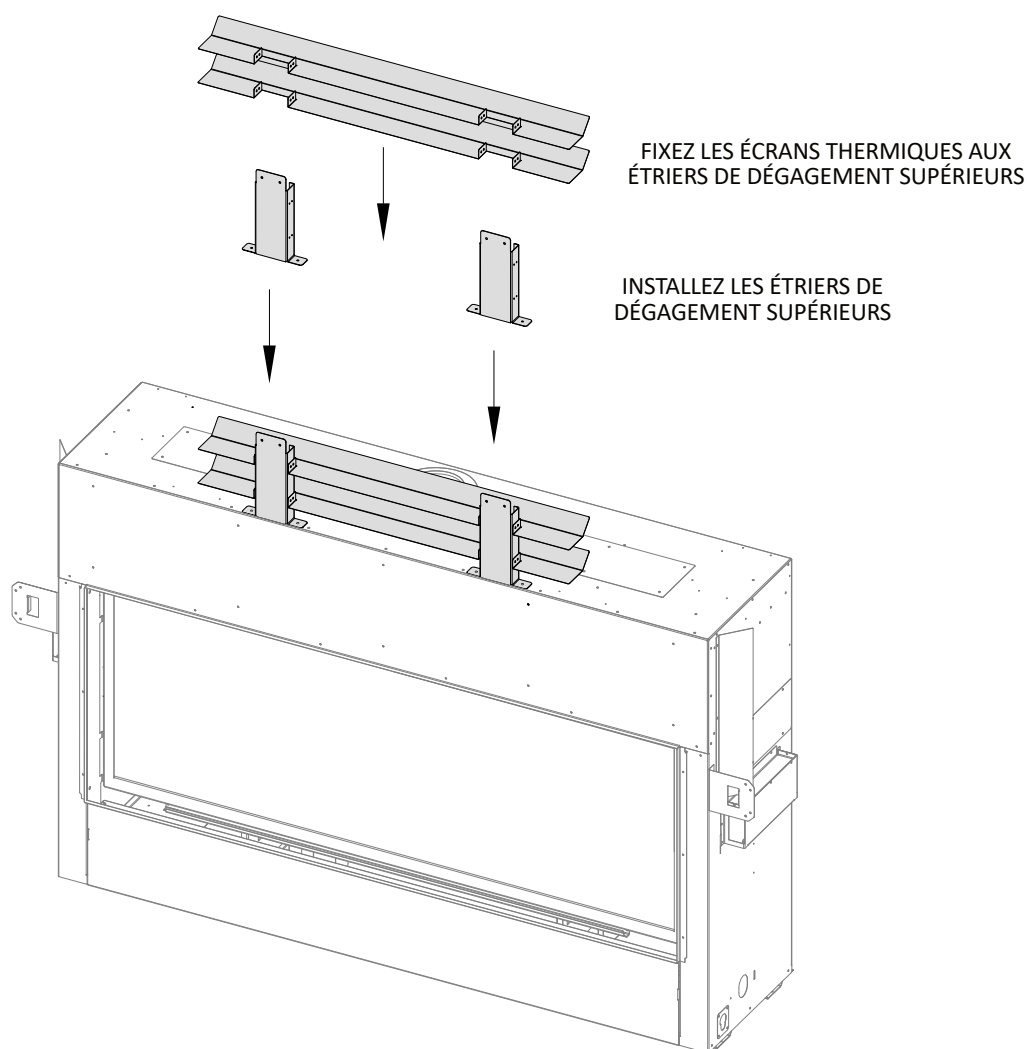

Figure 3.2 - Installation des étriers de dégagement supérieurs
2. Fixez les étriers de dégagement supérieurs avec (4) vis sur le dessus du foyer, tel que montré à la Figure 3.2.
4. Fixez les écrans thermiques horizontaux aux étriers de dégagement supérieurs avec les (8) vis, tel que montré à la Figure 3.2.